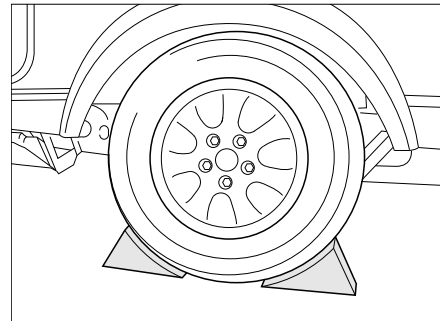

Bild 162 Fahrzeug sichern
- Bremsklötze oder ähnliche geeignete Gegenstände am gegenüberliegenden Rad unterlegen, um das Fahrzeug zu sichern (Bild 162).